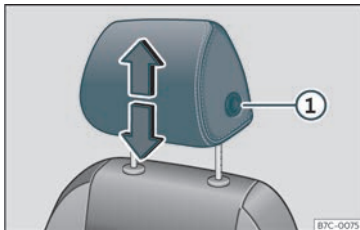
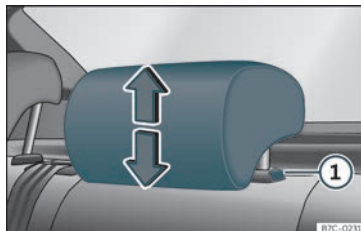

Fig. 103 Banco dianteiro: ajuste do encosto de cabeça.
Fig. 104 Encosto de cabeça traseiro: ajuste do encosto de cabeça.
- Agarre o encosto de cabeça com ambas as mãos pelos lados e empurre para cima até o encaixar na posição desejada. Para baixá-lo, proceda da mesma forma, pressionando o botão lateral ①»» Fig. 103 »» Fig. 104.
- Pressione o botão lateral»» Fig. 103 ① e retire o encosto de cabeça.